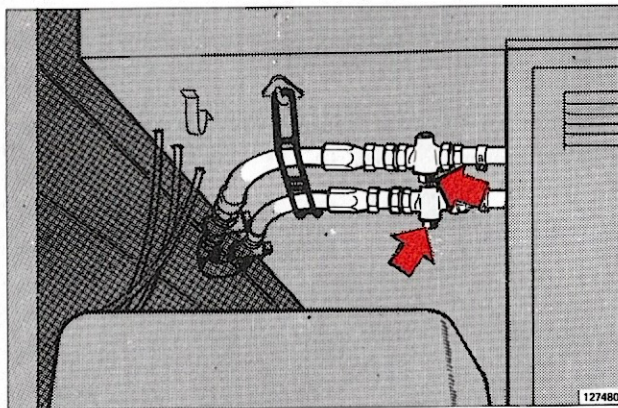

Bild 143. Kranar på hytt 272, 531 och 532
2. Bilar med specialhytt. Stäng kranarna på slangarna till hytten, bild 143 och 144.
1. Utför punkt 1–2 enligt A. Påfyllning av kylvätska. Kranarna på slangarna till hytten, bild 143, ska vara öppna.